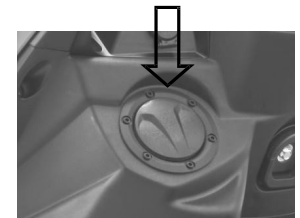

Abbildung 9
- Drehen Sie den Tankdeckel gegen den Uhrzeigersinn, um den Kraftstofftank zu öffnen. (Abbildung 9)